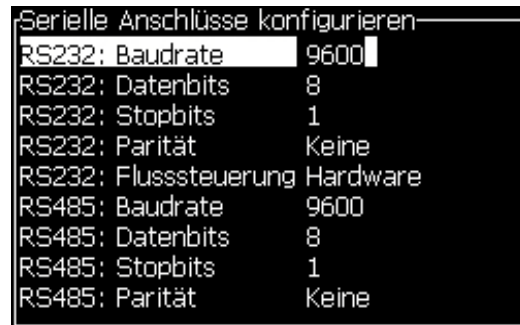

Abbildung 4-21: Dialogfeld *Serielle Anschlüsse konfigurieren*
- 2 Wählen Sie die Option *Serial Port Configuration* (Konfiguration serieller Port) und drücken Sie die Taste *Enter*. Das Dialogfeld *Configure Serial Ports* (Serielle Anschlüsse konfigurieren) erscheint (siehe Abbildung 4-21).